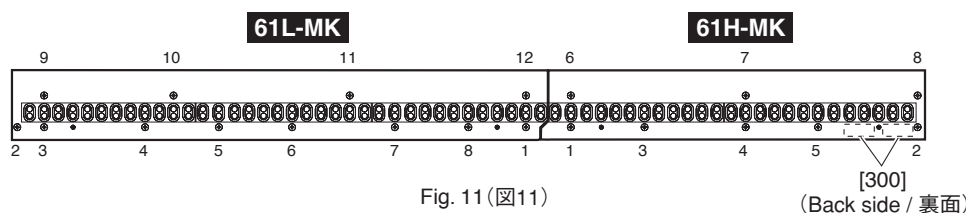

Fig. 11 (図11)
* **When installing the 61L-MK circuit board, tighten the screws 1 through 12 in numerical order as shown in the figure "61L-MK" in Fig. 11. (Fig. 11)**
* **When installing the 61H-MK circuit board, tighten the screws 1 through 8 in numerical order as shown in the figure "61H-MK" in Fig. 11. (Fig. 11)**
* **When replacing the 61H-MK circuit board, remove the cushion (PE) marked [300] attached to the back and repaste it onto the new 61H-MK circuit board. (Fig. 11)**
※ 61L-MK シートを取り付けるときは、図 11 の 61L-MK シートの番号 1 ~ 12 の順にネジを締めてください。(図 11)
※ 61H-MK シートを取り付けるときは、図 11 の 61H-MK シートの番号 1 ~ 8 の順にネジを締めてください。(図 11)
※ 61H-MK シートを交換する場合は、裏面に取り付けてある [300] のクッション (PE) をはがして、新しいシートに貼り付け直してください。(図 11)